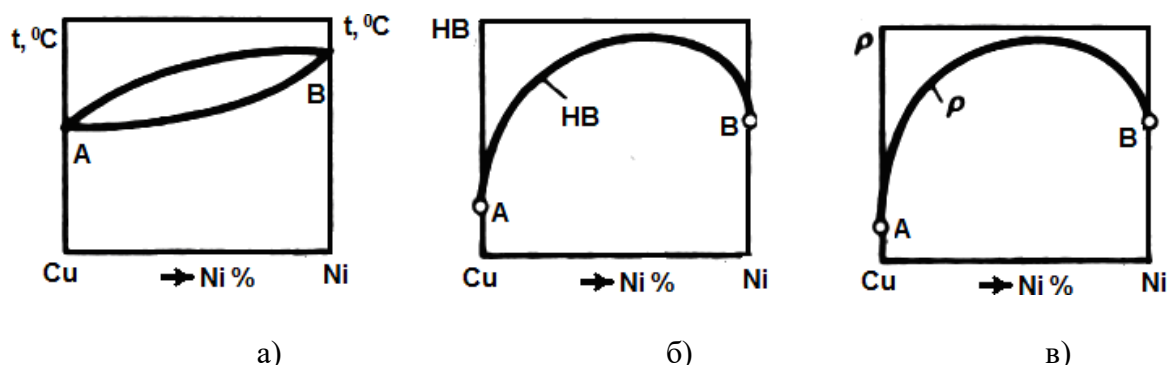

Рис. 4. Связь между диаграммой состояния Cu – Ni и свойствами сплава (НВ – твердость,  $\rho$  - электросопротивление)
4) Наблюдая зависимость между твердостью, электропроводностью и типом диаграммы, Курнаков Н.С. установил зависимость между свойствами сплавов и диаграммами состояния (правило Курнакова) (рис. 4) [1, с.73; 7, с. 77; Приложение, рис. 11].
На рис. 4а приведена сама диаграмма состояния «медь – никель». На рис. 4б и 4в соответствующие им закономерности изменений свойств сплавов в зависимости от их состава (диаграммы состав – свойство) [7, с. 76]. По осям ординат этих графиков откладывают свойства сплавов (твердость, электросопротивление, электропроводность и др.), а по осям абсцисс – содержание никеля Ni (%). На рис. 4б показан характер изменения твердости, где при увеличении содержания никеля твердость увеличивается по криволинейному закону. Характер изменения электросопротивления (рис. 4в) тоже криволинейный, то есть при увеличении содержания никеля электросопротивление возрастает, следовательно, электропроводность падает.